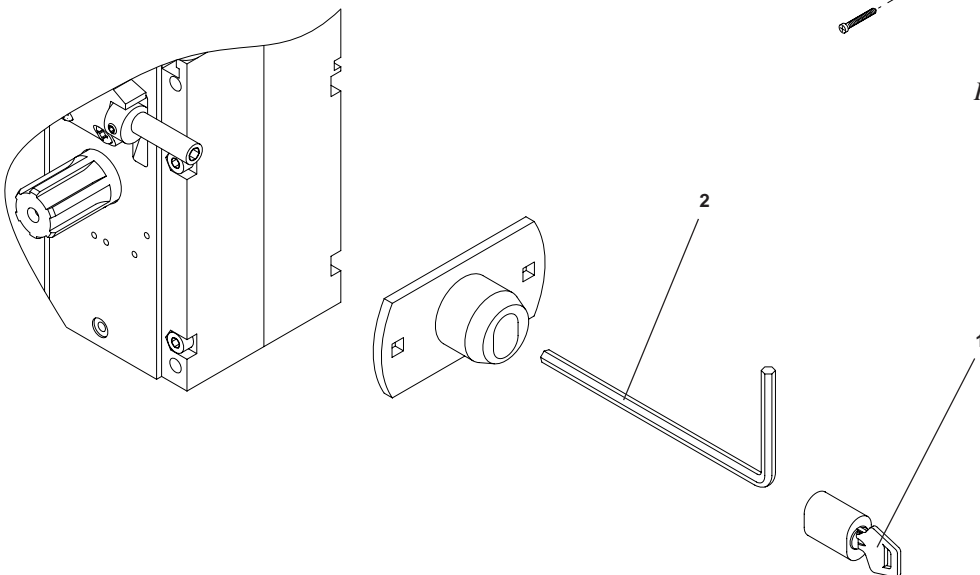

Fig.13
7.3 Sblocco esterno con chiave personalizzata (fig. 13).
7.3 External release with personalized key (fig. 13).
- Remove the block with the personalized key 1